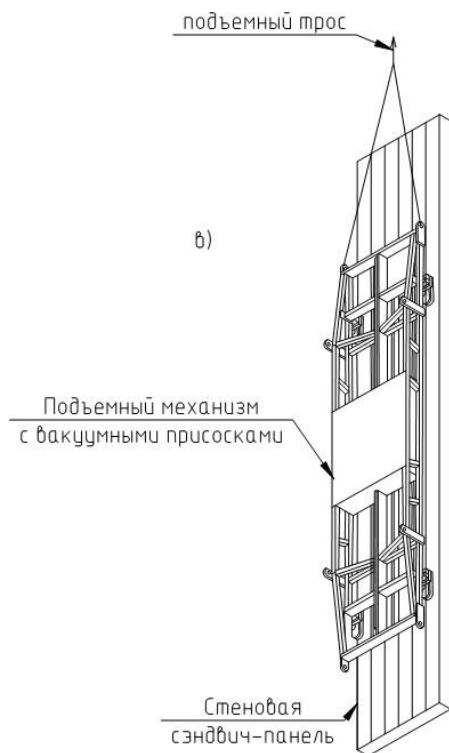

Рис. 4. *Схема строповки с помощью вакуумного захвата*
2. Строповка панели при горизонтальном и вертикальном монтаже выполняется двухветвевым стропом с помощью вакуумных захватов (см. рис. 4). Для подстраховки вакуумного механизма захват снабжают страховочным ремнем из текстильных тканей, который надевают на панель. В местах установки захватов с поверхности панели удаляется защитная полиэтиленовая пленка, поверхность